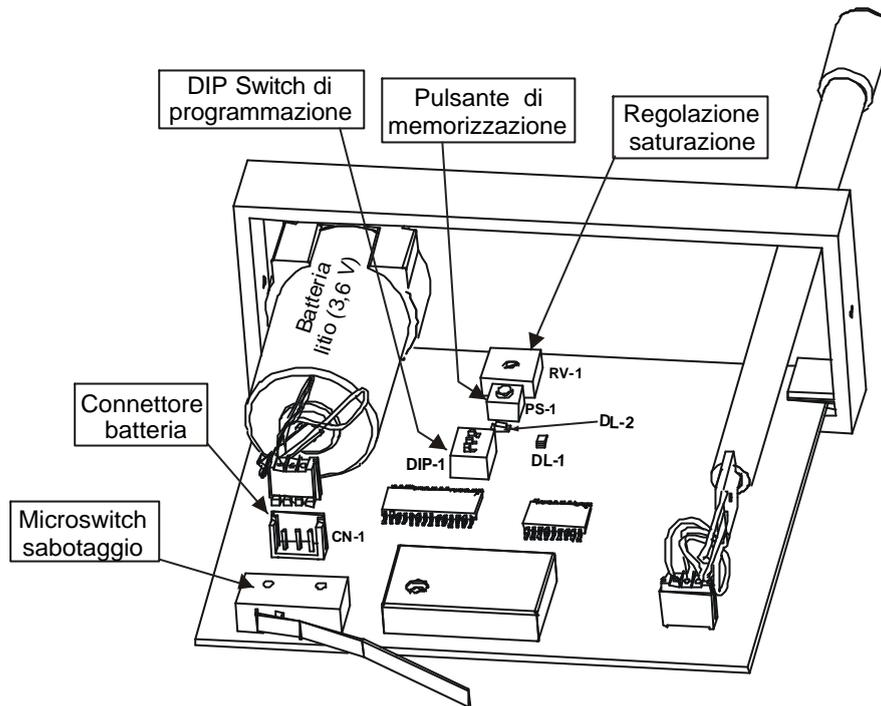

Fig. 10 – Vista interna del Ponte radio SR-77.01
- Prima di procedere con la programmazione del Ponte radio, predisporre lo stesso per il corretto funzionamento secondo quanto riportato nelle relative istruzioni (vedere Fig.10, pag. 24).